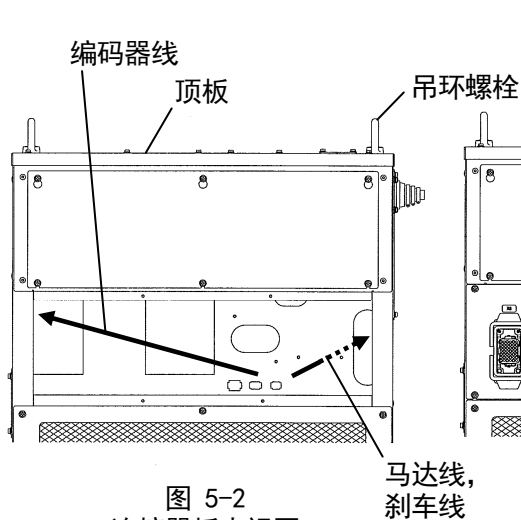

图 5-2
6. 将线束拉进控制器，使马达和刹车线穿过从控制器背面看到的右边的孔，编码器线穿过插件架的左侧。（见图 5-2）